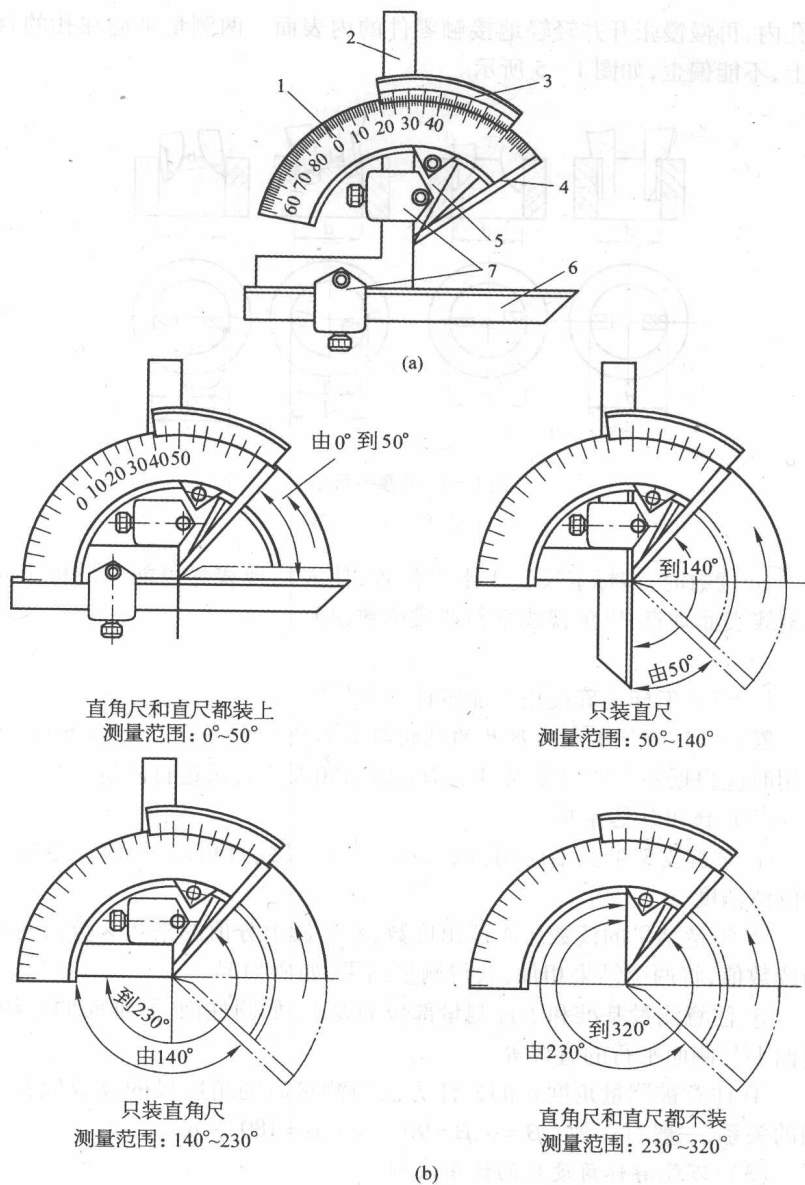

图 1-6 万能游标角度尺及其使用
答:(1) 万能游标角度尺的结构与基本使用方法 如图1-6所示,使用时应根据不同的角度测量范围安装直角尺或直尺进行测量。
(2) 使用注意事项
① 掌握支架的灵活应用方法,在安装直尺或直角尺时,应注意连接面的清洁度。
② 测量结果的读数应先读出度数,然后读出分值的格数 $\times$ 分值每格的读数值,将两个结果相加,获得测量结果,如 $20^{\circ}15'$ 。
③ 注意测量基准和工件测量部位的要求,如圆柱面、圆锥面的素线、斜面上与侧面平行的直线等。
④ 注意被测量角度 $\alpha$ 的标注方法与测量后的角度尺的读数值 $\beta$ 之间的关系,一般有三种: $\beta = \alpha$ ;  $\beta = 90^{\circ} - \alpha$ ;  $\beta = 180^{\circ} - \alpha$ 。
(3) 万能游标角度尺的使用实例